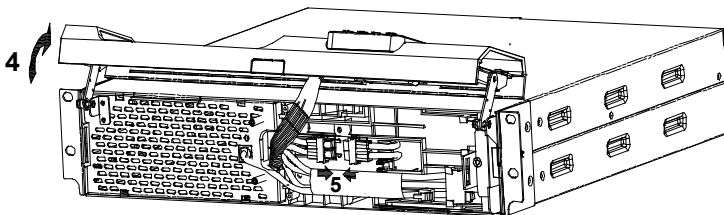

Abb. 14: Herstellen der internen Batterieverbinding
2. Fassen Sie nun seitlich links und rechts hinter die Frontblende und ziehen Sie die USV ca. 70 mm nach vorne aus dem Rackgerüst heraus (2), sodass der rechts vorne auf der Oberseite der USV aufgeklebte silberne Aufkleber mit den Sicherheitshinweisen sichtbar wird.
3. Verschieben Sie nun die Frontblende um einige wenige Millimeter seitlich nach links (3). Die Verriegelung löst sich ...
4. ... und Sie können die gesamte Front nach oben kippen (4). Die Flachbandleitung zum LCD Display dabei nicht trennen ! Die Handhabung der Mechanik hat ohne größere Krafteinwirkung zu erfolgen.
5. Verbinden Sie nun das interne Batteriesystem, indem Sie die beiden Batteriekonnektoren (jeweils bestehend aus einem roten und einem schwarzen Stecker) miteinander verbinden: rot in rot; schwarz in schwarz (s.a. nachstehende Abb. 14).